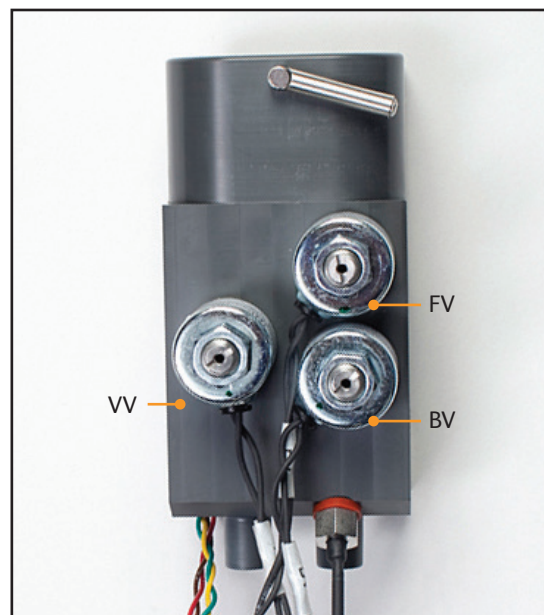

Fig. 8-62 Collecteur indiquant la position des 3 électrovannes (étape 8)
8. Lors de la réinstallation du faisceau de collecteur, noter la présence d'étiquettes sur le faisceau qui identifient les électrovannes (FV, BV, VV). Si les électrovannes ne sont pas dans la position indiquée, l'appareil ne fonctionnera pas correctement (voir Fig. 8-62).
8. Lors de la réinstallation du faisceau de collecteur, noter la présence d'étiquettes sur le faisceau qui identifient les électrovannes (FV, BV, VV). Si les électrovannes ne sont pas dans la position indiquée, l'appareil ne fonctionnera pas correctement (Fig. 8-62).